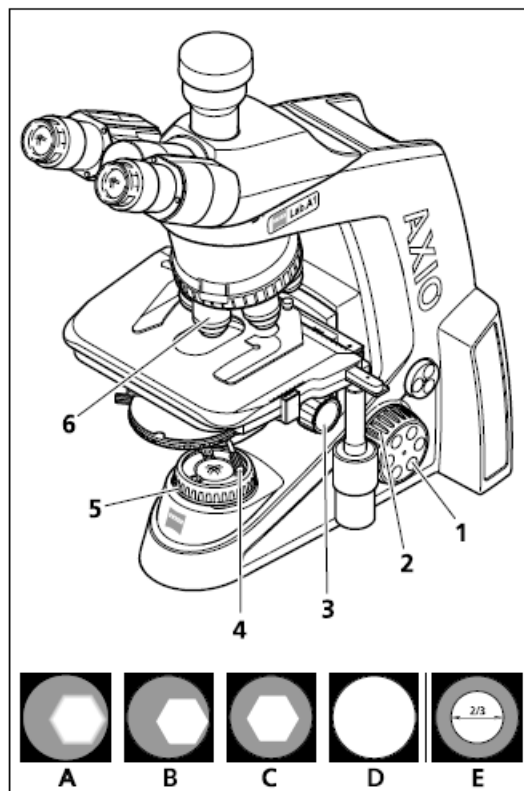
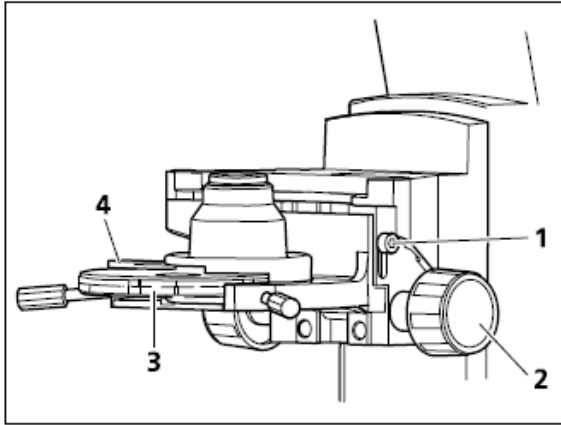

图. 4-1 显微镜透射明场的设置
图. 4-2 设置聚光镜的最高上限
- l 使用显微镜主机体上的光强度控制旋钮（图4-1/2）调节图像亮度。
- l 把聚光镜的前端透镜（如果在使用中）置入工作位置（ $\geq 10\times$  的物镜），并转动调整旋钮，把聚光镜（图4-1/3和图4-2/2）垂直调节到上限位。调节该限位，确保能防止聚光镜顶到标本（有关调节聚光镜限位的详情，请参见第4.1.1(4)节）。
- l 在配有功能转盘的聚光镜上：转动转盘（图4-2/3）到位置 H（明视场）
- l 使用物镜转盘上10x 物镜（图4-1/6），并使用调整旋钮（图4-1/1）聚焦标本。
- I 缩小视场光阑（图4-1/5），直到可以在视场中看到它（即使是模糊的）（图4-1/A）。
- I 调整聚光镜旋钮，进行垂直调节，直到视场光阑的边缘变得清晰（图4-1/B）。
- I 调节聚光镜支架（图4-1/C）上的两个调心螺丝（图4-1/4），使视场光阑图像位于中心位置。放大视场光阑，直到光阑的边缘从视场中消失（图4-1/D）。
- I 为了调节孔径光阑（对比度），从镜筒中取出一个目镜。观察镜筒，使用调节手柄（图4-2/4）把光圈大约调节到物镜出射光瞳（图4-1/E）直径的  $2/3$  到  $4/5$ 。对于大多数情形，在近于最大分辨率下，这个光圈将达到最高对比度，因此，也是相对于人眼的最佳对比度
- Y 缩小视场光阑, 并垂直调节聚光镜 (图4-2/2), 直到光阑图像清晰为止。
- Y 固定垂直限位的固定螺丝钉 (图4-2/1)。